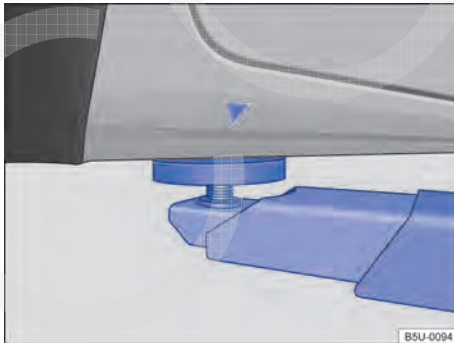
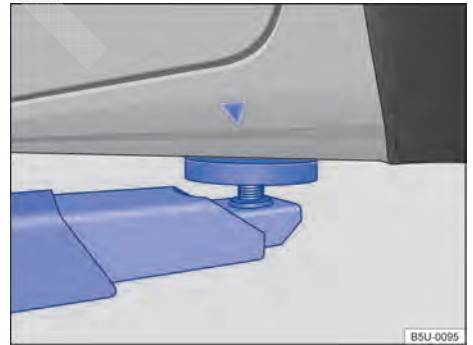

Fig. 122 Pontos de apoio dianteiros para a suspensão com plataforma elevatória ou com macaco.
Fig. 123 Pontos de apoio traseiros para a suspensão com plataforma elevatória ou com macaco.
O veículo deve ser suspenso somente pelos pontos indicados nas figuras → Fig. 122 e → Fig. 123. Se o veículo não for suspenso pelos pontos indicados, podem ocorrer danos no veículo → ⚠️ e ferimentos graves → ⚠️.
- Suspender o veículo somente pelos pontos indicados nas figuras → Fig. 122 e → Fig. 123. Se o veículo não for suspenso pelos pontos indicados, o veículo poderá cair da plataforma elevatória quando, por exemplo, o motor ou a suspensão for desmontado.